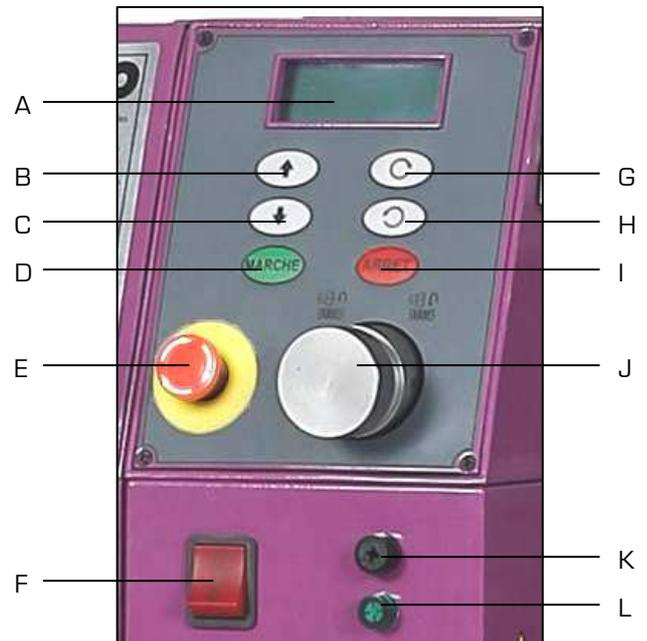

Figure 2
3. Mettre la machine sous tension en appuyant sur la position « 1 » de l'interrupteur (F fig.2), le voyant vert (L fig.2) s'allume.
4. Déverrouiller l'arrêt coup de poing à accrochage (E fig.2) en le tournant dans le sens horaire, comme indiqué par la flèche. L'affichage digital de vitesse de broche (A fig.2) indique « 0000 ».
5. Appuyer sur le bouton « MARCHE » (D fig.2) et sur les flèches « ↑ » (B fig.2) pour augmenter ou « ↓ » (C fig.2) pour diminuer la vitesse de broche.
6. Pour choisir le sens de rotation de la broche, appuyer sur « ⤴ » (G fig.2) pour le sens normal ou sur « ⤵ » (H fig.2) pour le sens inversé.
8. Arrêter la machine en appuyant sur le bouton « ARRET » (I fig.2) et la débrancher de l'alimentation principale.
Le sélecteur de transmission de broche (J fig.2) est utilisé lorsque le tour dispose d'une tête de perçage/fraisage. Lors de l'utilisation des avances automatiques longitudinales et transversales du tour pour des opérations de fraisage, la rotation de la broche peut être déconnectée en tournant le sélecteur vers la droite.